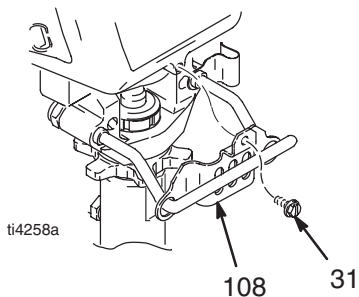

Abb. 8
1. Die Pumpe (13) spülen.
3. Abb. 8. Die Schraube (31) entfernen und die Kolbenstangenabschirmung (108) nach vorne schieben.
7. Abb. 8. Die Kolbenstangenabschirmung (108) mit der Schraube (31) anbringen.